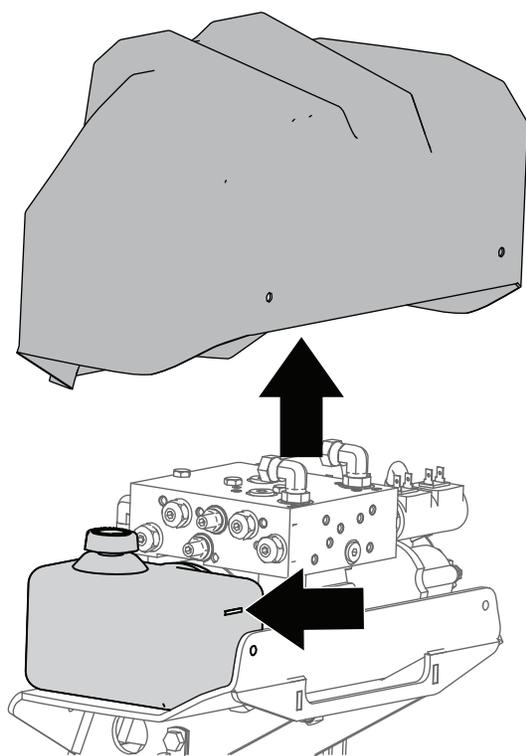

Figure 26
3. Vérifiez que le niveau de liquide atteint le trait de repère sur le côté du réservoir (Figure 26). Si ce n'est pas le cas, faites l'appoint de liquide hydraulique; voir Appoint de liquide hydraulique (page 19).